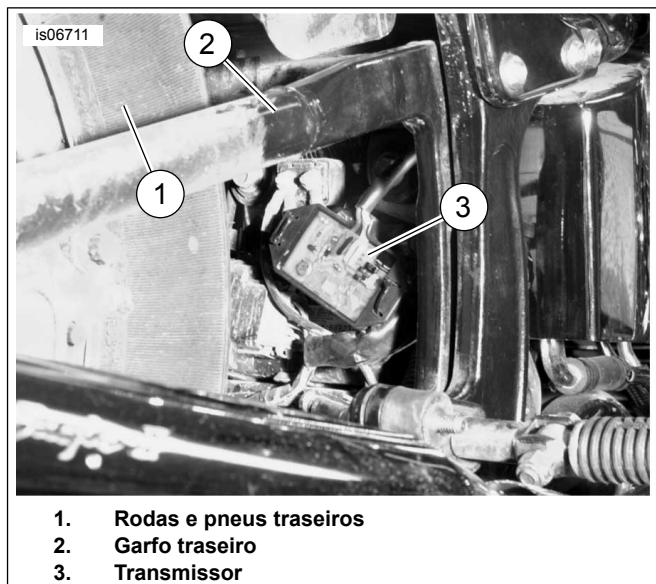

Figura 4. Montagem do transmissor, modelos Softail ano 2000 e posteriores, exceto Deuce (FLSTC mostrado)
3. Veja a Figura 4. Use abraçadeiras do kit para fixar o transmissor (3) no chicote de fios localizado entre o quadro, o garfo traseiro (2) e o pneu traseiro (1).